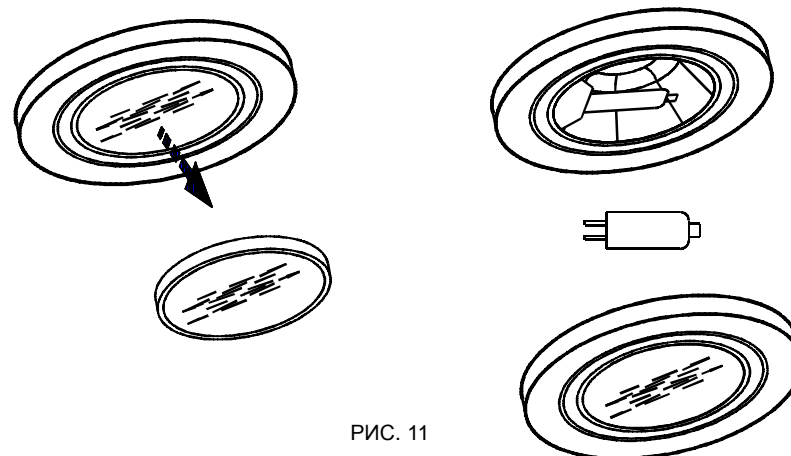

РИС. 11
8.7.2 Замена галогенной лампы (рис. 11):